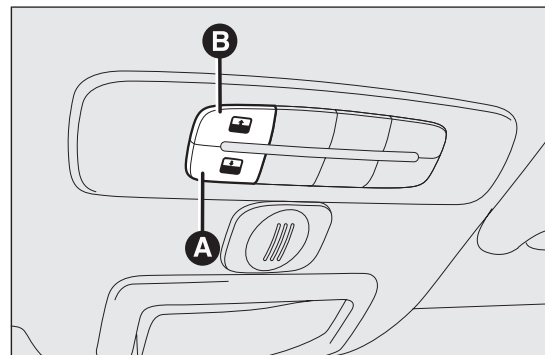

РИС. 46
Работа открывающегося люка возможна только при нахождении ключа зажигания в положении MAR. Кнопки управления А и В РИС. 46 находятся рядом с плафоном переднего освещения и отвечают соответственно за закрытие/открытие люка.
Нажать и удерживать кнопку В РИС. 46: люк перейдет в положение "спойлер". Для полного открытия люка повторно нажать и удерживать кнопку В: люк в любом случае остановится в достигнутой позиции в момент отпускания кнопки.
Нажать кнопку А РИС. 46 и удерживать ее: люк перейдет в положение "спойлер". В любом случае люк остановится в достигнутой позиции в момент отпускания кнопки. Повторно нажать и удерживать кнопку А вплоть до полного закрытия люка.
- нажать кнопку А РИС. 46 и удерживать ее до тех пор, пока люк рывками не закроется полностью